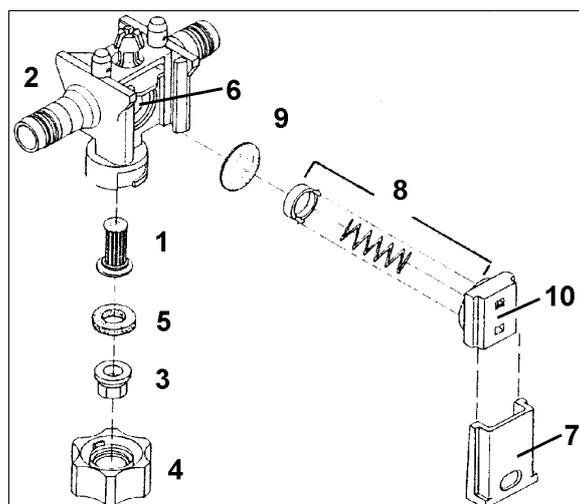

Fig. 129
1. Contrôlez de temps en temps le bon positionnement de la trappe (Fig. 129/7). Pour se faire, insérez la trappe dans le corps de buse (Fig. 129/2) autant que possible en utilisant une force moyenne du pouce. A l'état neuf, ne jamais insérer la trappe jusqu'en butée.
1. Introduisez par le bas le filtre de la buse (Fig. 129/1) à l'intérieur du porte-buse (Fig. 129/2).
2. Placez la buse (Fig. 129/3) dans l'écrou porte-buse (Fig. 129/4).
3. Placez le joint caoutchouc (Fig. 129/5) au-dessus de la buse.
Des dépôts de produit dans le siège de la membrane (Fig. 129/6) sont à l'origine d'une coupure des buses défectueuse (gouttage) en cas d'arrêt de l'alimentation de la rampe. Il faut alors nettoyer les membranes considérées en procédant comme suit:
1. Retirez la glissière (Fig. 129/7) du porte-buse (Fig. 129/2) en la faisant coulisser en direction de l'écrou porte-buse.
2. Retirez le poussoir à ressort (Fig. 129/8) et la membrane (Fig. 129/9).
3. Nettoyez le siège (Fig. 129/6) de la membrane.
Vérifiez que les ressorts sont montés dans le bon sens. Les bords droits et gauches décalés et remontants sur le carter du ressort (Fig. 129/10) doivent remonter vers le profil de la rampe lors de la repose.